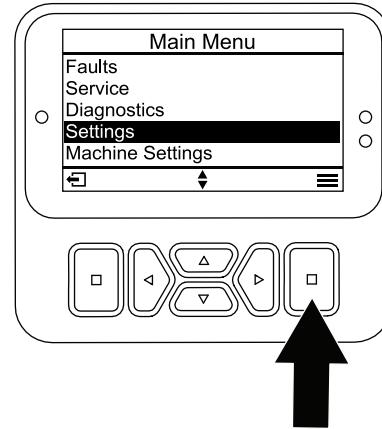

Figura 25
1. A partir do MENU PRINCIPAL, percorra até ao menu de DEFINIÇÕES e prima o botão de seleção (Figura 25).